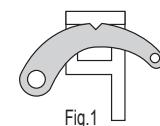

Fig.1
- Alle veiligheidsvoorzorgsmaatregelen in acht nemen. De basis van de krik onder de last plaatsen. De omkeerhendel in de hoge stand zetten («UP») en controleren of hij in deze stand geblokkeerd is, de uitsnijding van haak moet naar behoren aangebracht zijn in de uitsnijding op de omkeerknop (zie figuur: 1). De vork naar boven laten gaan totdat hij in contact komt met de last op het gewenste hef punt. Dan controleren of niets de omhooggangende beweging verder in de weg staat.